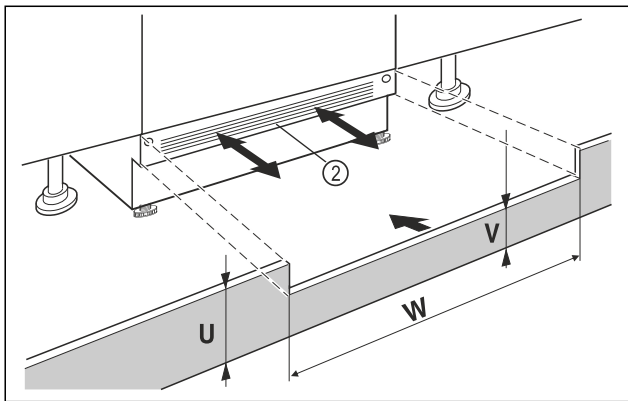

Fig. 62 Représentation à titre d'exemple
- Mettre le panneau de socle de l'appareil Fig. 62 (2) en place sans le fixer.
- Si le panneau de socle est visible Fig. 62 (2), le tirer vers l'avant de sorte à aligner l'avant de la grille d'aération et du panneau de socle du meuble.
- Si le panneau de socle est dissimulé Fig. 62 (2), le pousser entièrement vers l'arrière.
- Veiller à ce que les fentes d'aération soient complètement dégagées : si nécessaire, couper le panneau de socle du meuble Fig. 62 (U) en hauteur !
- Ajuster la hauteur de la traverse Fig. 62 (V) sous le panneau de socle de l'appareil Fig. 62 (2) sur la largeur de la niche Fig. 62 (W).